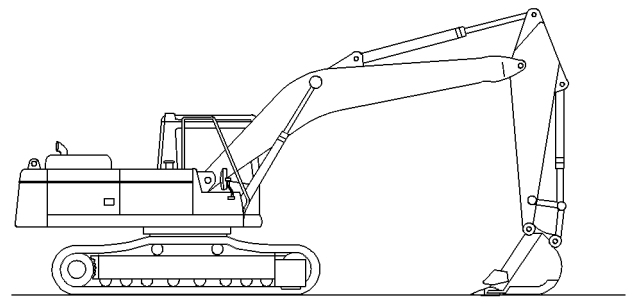

Ilustración 339
15. Regrese la máquina a la posición que se muestra en la ilustración 339. Compruebe para detectar si hay fugas de aceite en la máquina.